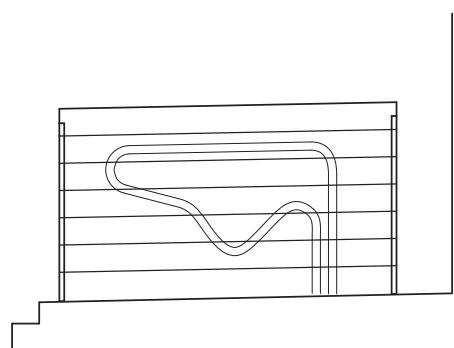

Fig. 2: Lukket endevegg med mannhull foran.
■ UNP-profiler fylt med sprinkler som vist i Fig. 2.